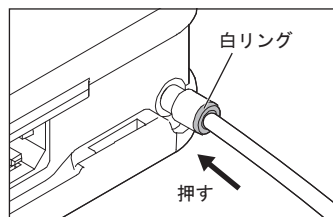

図7
- ・注水コネクターから注水チューブを取り外すときは、白リングをコントロールユニット側へ押しながら注水チューブを引き抜いてください。(図7)